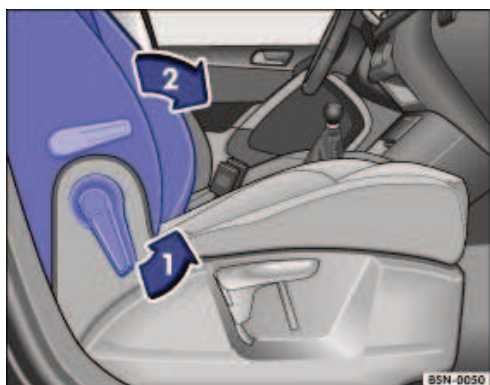

Fig. 78 Siège du passager avant : basculement du dossier
- Déverrouillez le dossier de siège du passager avant dans le sens de la flèche → Fig. 78①.
- Basculez vers l'avant le dossier de siège du passager avant dans le sens de la flèche → Fig. 78② en position horizontale.
- Pour relever le dossier du siège du passager avant, déverrouillez-le de nouveau → Fig. 78①.